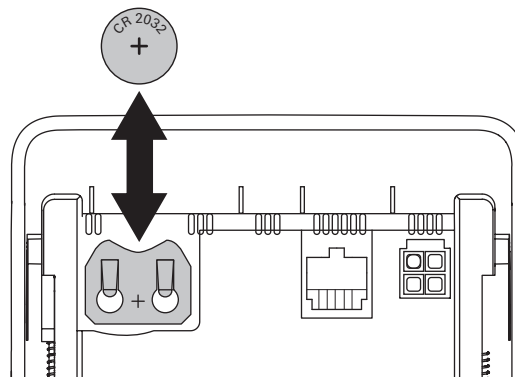

Abb. 9
Auf der Rückseite des Bedienteils ist eine Puffer-Batterie verbaut (Abb. 9). Die Batterie ist auf eine Betriebszeit von ca. 8 Jahren ausgelegt.
- ▶ Neue Batterie in den Batteriehalter einschieben. Dabei auf die Polung achten: Pluspol zeigt nach vorne bzw. oben. Siehe (Abb. 9).